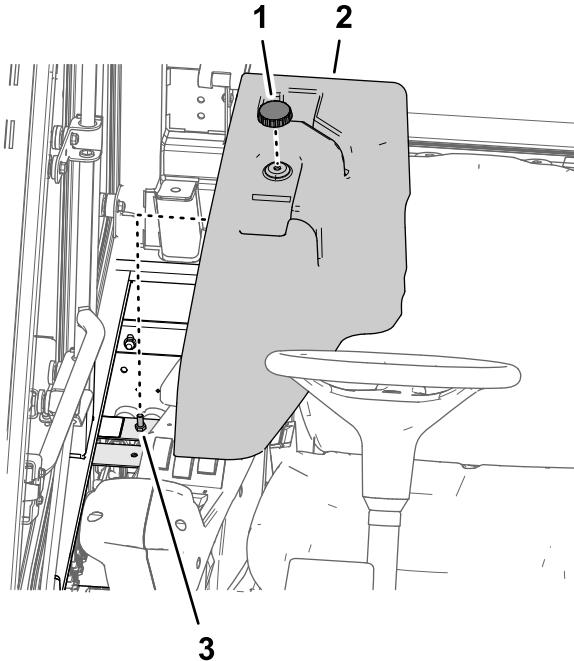

Figura 53
3. Alinee el orificio de la cubierta del panel eléctrico con el espárrago del soporte del panel eléctrico (Figura 53).
4. Sujete la cubierta al espárrago con el pomo que retiró en el paso 1 (Figura 53).